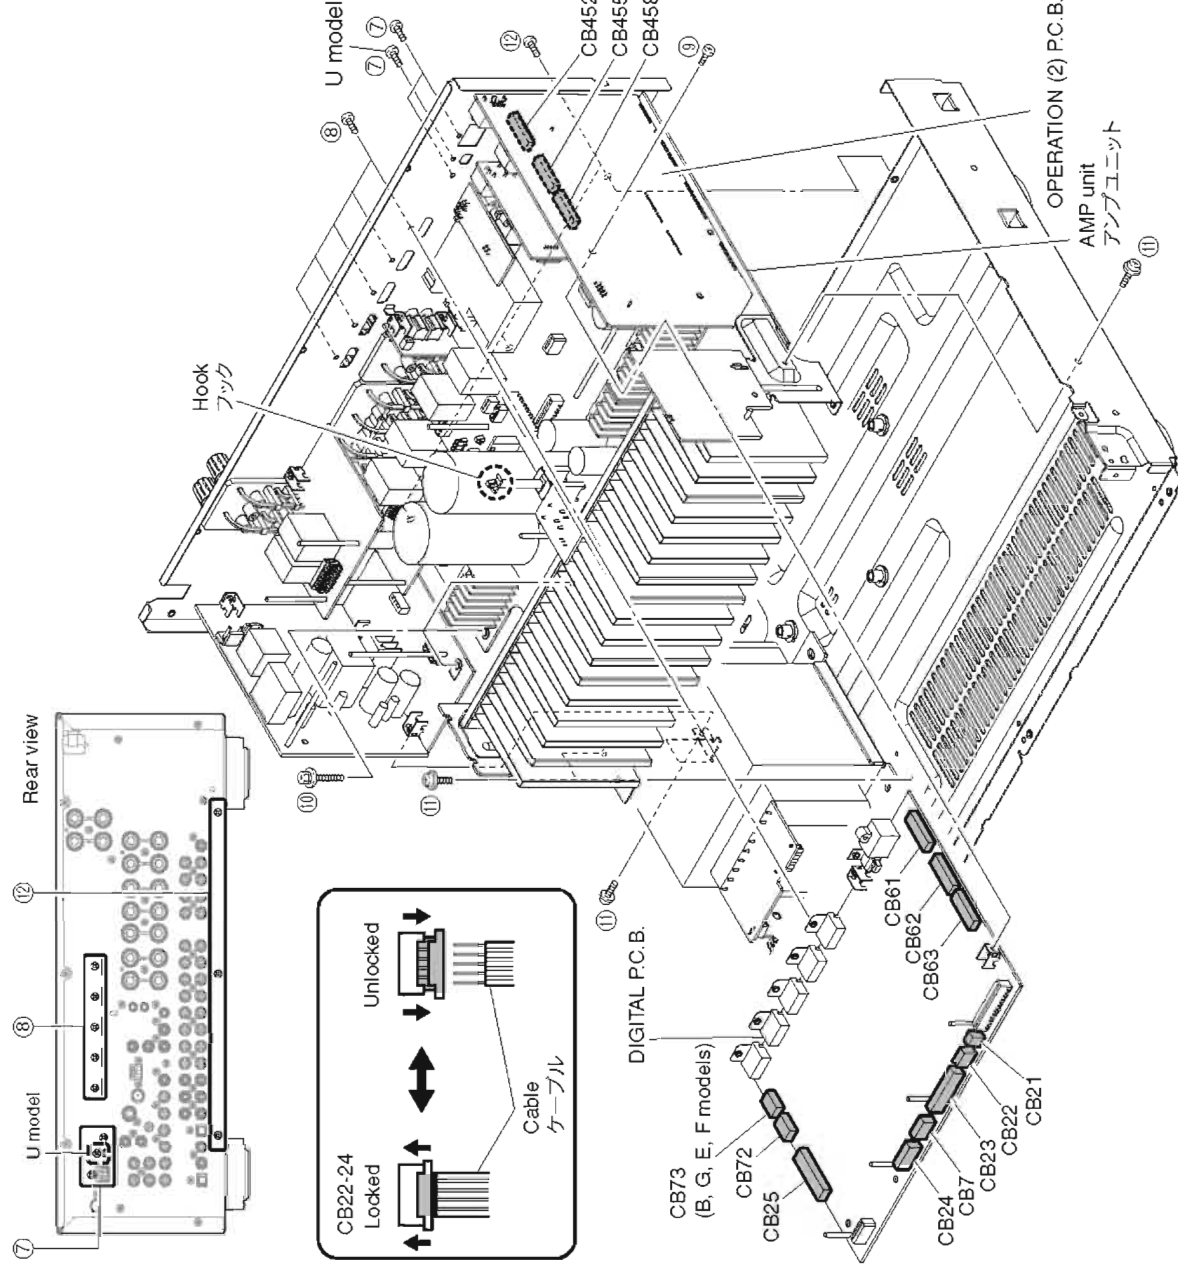

Fig. 2
- Remove 3 screws (U model) / 2 screws (C, R, T, K, A, B, G, E, F, L models) (⑦) and 5 screws (⑧). (Fig. 2)
- Remove screw (⑨). (Fig. 2)
- Remove CB7, CB21, CB25, CB72 and CB73 (B, G, E, F models). (Fig. 2)
- Unlock and remove CB22-24. (Fig. 2)
- Release hook. (Fig. 2)
- Remove the DIGITAL P.C.B. which is connected directly to the OPERATION (2) P.C.B. with board-to-board connectors. (Fig. 2)
- ⑦のネジ2本、⑧のネジ5本を外します。(Fig. 2)
- ⑨のネジ1本を外します。(Fig. 2)
- CB7、CB21、CB25、CB72を外します。(Fig. 2)
- ロックを外し、CB22～24を外します。(Fig. 2)
- フック1箇所を外します。(Fig. 2)
- DIGITAL P.C.B.を取り外します。ただし、DIGITAL P.C.B.は OPERATION (2) P.C.B.に基板対基板コネクタで直接接続されています。(Fig. 2)
- Remove 3 screws (⑩) and 4 screws (⑪). (Fig. 2)
- Remove 3 screws (⑫). (Fig. 2)
- Remove the amp unit. (Fig. 2)
- ⑩のネジ3本、⑪のネジ4本を外します。(Fig. 2)
- ⑫のネジ3本を外します。(Fig. 2)
- アンプユニットを取り外します。(Fig. 2)